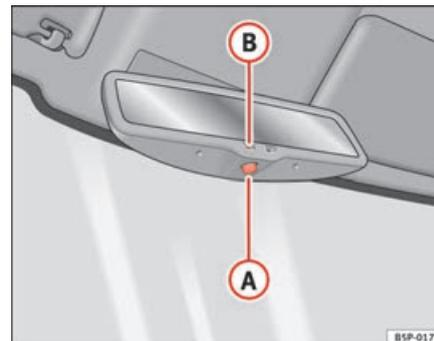

Fig. 70 Espelho interior com ajuste automático para posição de anti-encandeamento.
- Prima a tecla **A** ⇒ fig. 70. A luz avisadora **B** apaga-se.
- Prima a tecla **A** ⇒ fig. 70. A luz avisadora está acesa.